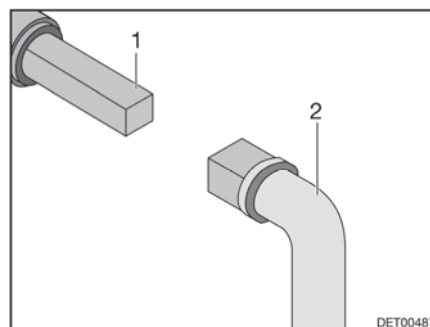

Fig. 147 Utilizzo del rubinetto di scolo delle acque grigie
- Inserire la chiave (Fig. 147,2) sul perno quadro (Fig. 147,1).